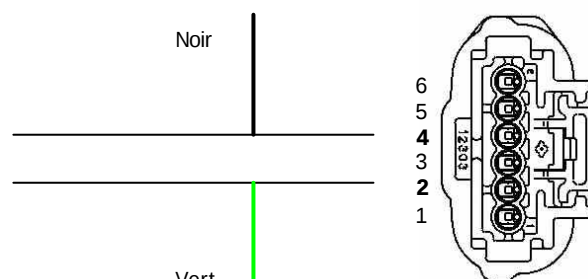

fig.2
- Coupez le fil de la position 6 du connecteur de la potentiomètre. Soudez le fil blanc en position 6 sur le côté du câblage principal (fig.2).
- Soudez le fil vert en position 2 dans le connecteur de la potentiomètre (fig.2).
- Soudez le fil noir en position 4 dans le connecteur de la potentiomètre (fig.2).